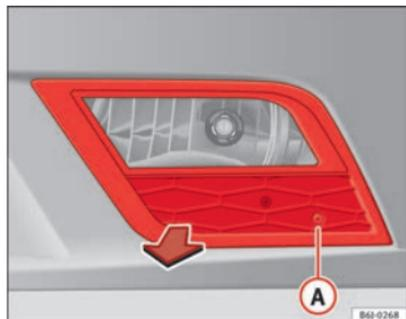

Fig. 187 Projecteur antibrouillard
- Retirez la vis ⇒ fig. 187 **A** de la grille du projecteur antibrouillard à l'aide d'un tournevis.